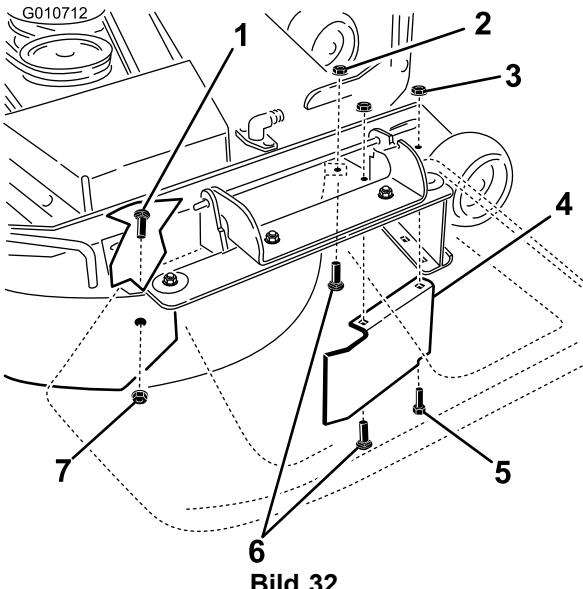

Bild 32
9. Entfernen Sie die Schlossschraube (5/16 x 3/4 Zoll) und Sicherungsmutter (5/16 Zoll) an der hinteren Wand des Mähwerks, mit der das Ablenkblech am Mähwerk befestigt ist (Bild 32).
10. Ermitteln Sie den Ablenkblechschutz an der vorderen Kante der Seitenauswurfoffnung. Entfernen Sie die Befestigungen, mit denen der Ablenkblechschutz und das rechte Ablenkblech am Mähwerk befestigt sind, siehe Bild 32. Entfernen Sie den Ablenkblechschutz und bewahren Sie die Befestigungen auf.